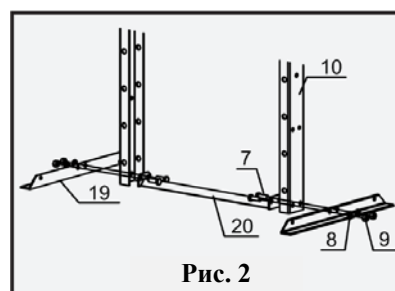

Рис. 2
3. Установите стойки рамы (10) в вертикальное положение. Переместите каждую опору основания (19) под стойки рамы (10) и установите нижнюю опору рамы (20) между ними. Совместите отверстия стоек рамы, секций основания и нижней опоры основания и вставьте болты (7), затем закрепите их при помощи шайб (8) и гаек (9). Смотрите рис. 2.